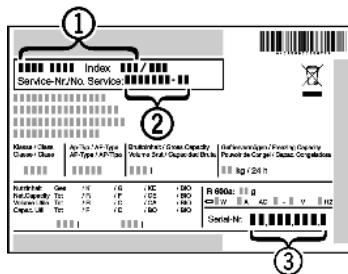

Fig. 17
- Прочетете от идентификационната табелка описанietо на уреда Fig. 17 (1), сервизния № Fig. 17 (2) и серийния № Fig. 17 (3). Идентификационната табелка се намира на лявата вътрешна стена на уреда.
- Обадете се на сервизната служба и посочете неизправността, описанietо на уреда Fig. 17 (1), сервизния № Fig. 17 (2) и серийния № Fig. 17 (3).